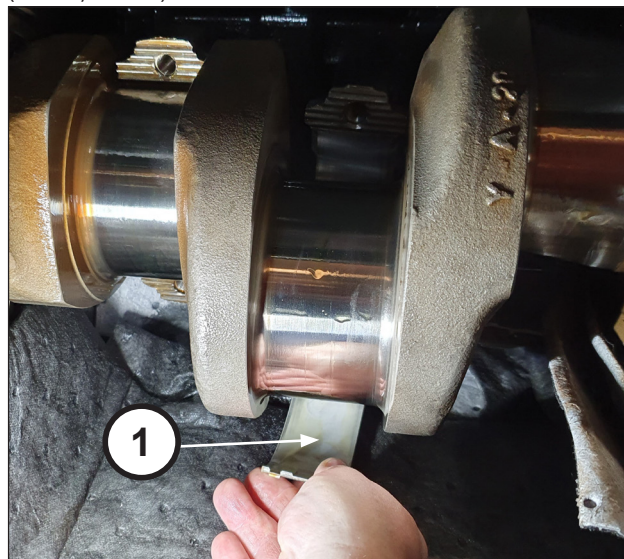

Рис. 33
Выньте три верхних полуподшипника из половинок шатунов (поз. ①, Рис. 33).